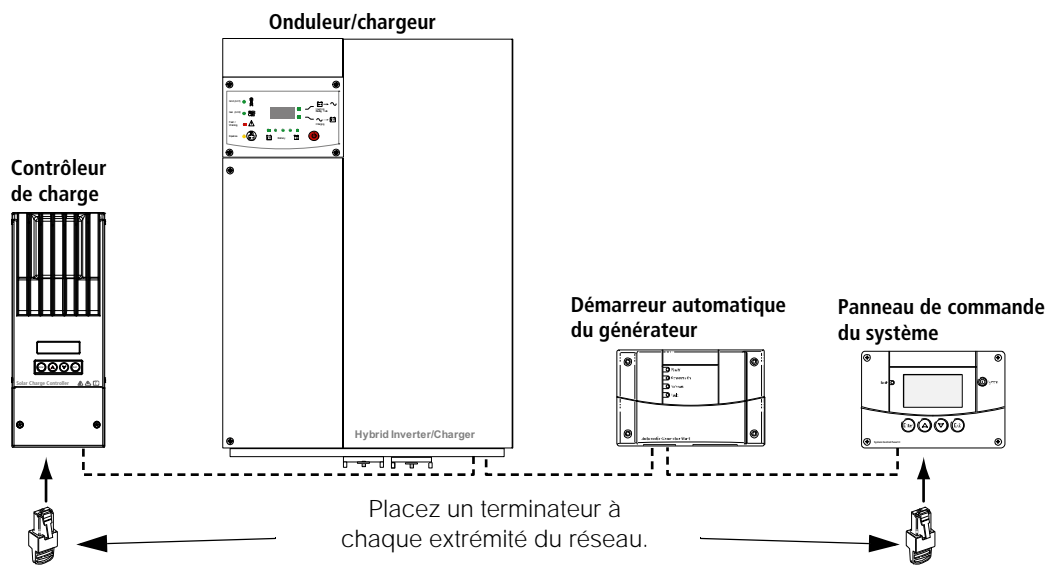

Figure 2-7 Topologie du réseau Xantrex Xanbus
Chaque appareil sur le réseau est relié par différentes longueurs de câble Xantrex Xanbus (voir l'illustration dans la Figure 2-7).
5. Insérez un terminateur dans le port de réseau ouvert des appareils activés par Xantrex Xanbus à chaque extrémité du réseau. Voir la Figure 2-7.
Raccordez les câbles de synchronisation AC selon la même configuration en série que les câbles du réseau Xantrex Xanbus (voir la Figure 2-7). Les terminateurs du réseau ne sont pas nécessaires pour les raccordements de synchronisation AC.